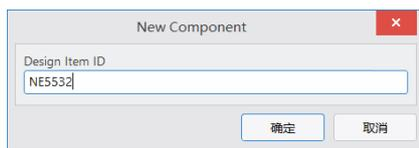
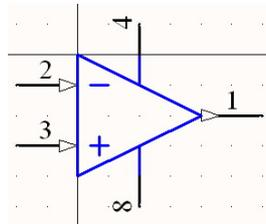

图 5-25 命名新元件
图 5-26 绘制一个子部件
(1) 打开前面建立的原理图库文件 R Radar.SchLib，使用所设置的默认工作区参数。
(2) 执行【工具】|【新器件】命令，则系统会弹出【New Component】对话框，输入新元件名称 NE5532，如图 5-25 所示。
(3) 单击原理图符号绘制工具栏  中的放置多边形图标 ，以编辑窗口的原点为基准，绘制一个三角形的运算放大器符号。
(4) 单击原理图符号绘制工具栏  中的放置引脚图标 ，放置引脚 1、2、3、4、8 在三角形符号上，并设置好每一引脚的相应属性，如图 5-26 所示，这样就完成了一个运算放大器原理图符号的绘制。
(5) 单击原理图标准工具栏中的图标 ，将图 5-26 所示的子部件原理图符号选中。
(6) 单击复制图标 ，将选中的子部件原理图符号进行复制。
(7) 执行【工具】|【新部件】命令。此时，在 SCH Library 面板上库元件 NE5532 的名称前面出现了一个  符号。单击  符号打开，可以看到该元件中有两个子部件，系统将刚才所绘制的子部件原理图符号命名为 Part A，还有一个子部件 Part B 是新创建的。
(8) 单击粘贴图标 ，将复制的子部件原理图符号粘贴在 Part B 中，并改变引脚序号：6、5 引脚为输入 IN-、IN+，7 引脚为输出 OUT，8、4 仍为公共的电源引脚 V+、V-。
(9) 在【SCH Library】面板上，双击库元件名称 NE5532，打开 Component【Properties】属性面板。在【Comment】文本编辑框中输入 NE5532，在【Description】文本编辑框中输入 Dual Low-Noise Operational Amplifier。
(10) 设置完毕后，单击  按钮，关闭对话框。